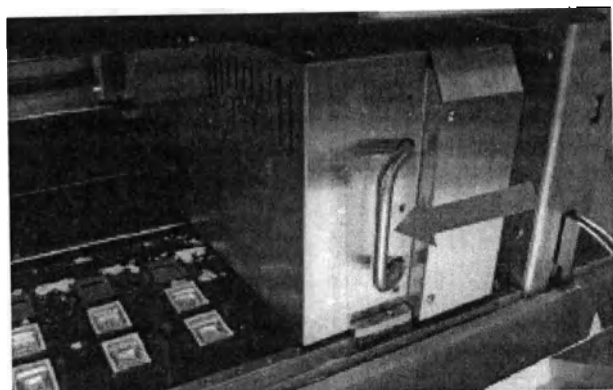

Рисунок 5I
1. Откройте дверцу доступа базовой формы и переместить стейджер влево, удерживая за рукоятку блока стейджера (рис. 5I).